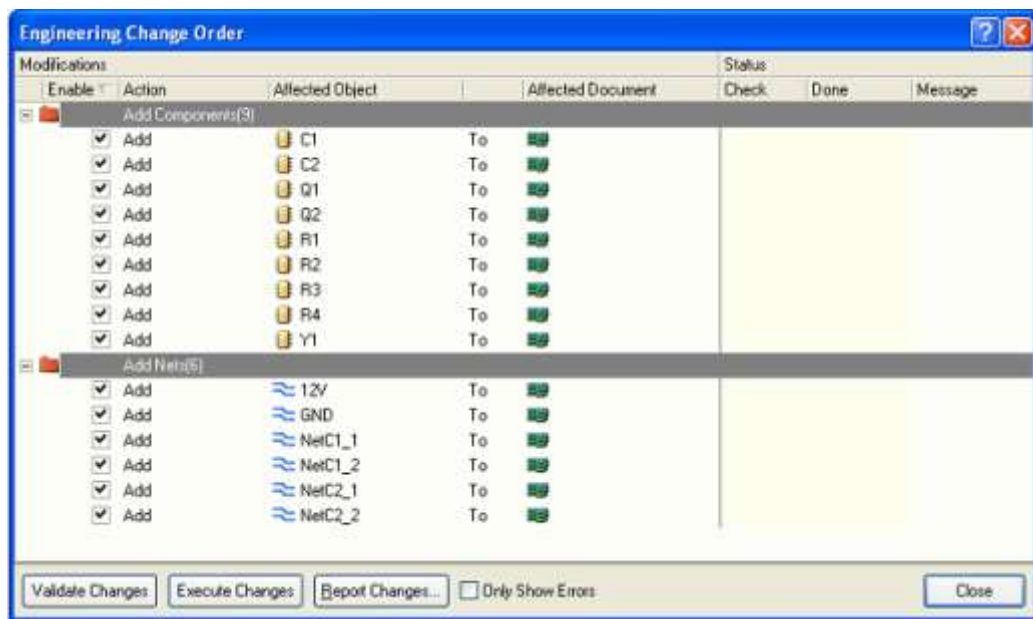

图 4.14 信息导入
2. 选择 Design>>Update PCB Document (multivibrator.pcbdoc)。该工程被编译并且工程变更命令对话框显示出来，如图 4.14 所示。